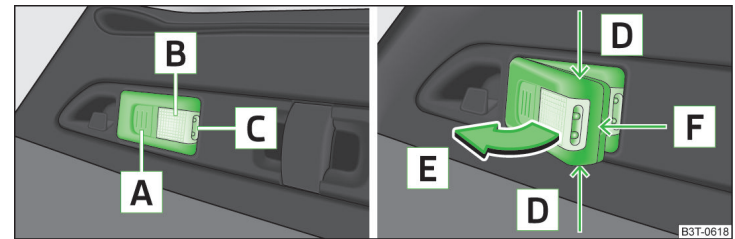

Abb. 110 Leuchte bedienen / Leuchte herausnehmen
- Beleuchtung des Gepäckraums - es leuchtet Teil **B** » Abb. 110 auf Seite 105 (die Leuchte sitzt in der Halterung).
- Wird die Leuchte nicht ausgeschaltet und korrekt in die Halterung eingesetzt, werden die Lampen im vorderen Teil **C** » Abb. 110 auf Seite 105 der Leuchte automatisch ausgeschaltet.
- Die Taste **A** » Abb. 110 drücken - die Leuchte leuchtet mit 100 % der Leuchtintensität.
- Die Leuchte im Bereich der Pfeile **D** » Abb. 110 anfassen und diese in Pfeilrichtung **E** herausschwenken. ▶
- › Die Akkuabdeckung mit einem schmalen, spitzen Gegenstand ab der Stelle des Arretierungsclips **F** » **Abb. 110 auf Seite 105** abhebeln.